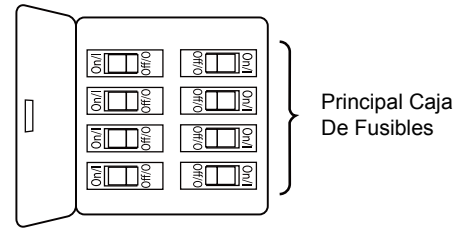

Figura 1
Uso de perfil bajo (Figura 1)
Para evitar una posible descarga eléctrica, asegúrese de cortar la alimentación eléctrica de la caja de fusibles principal antes de colgar el ventilador. (Figura 1)
1. Para configurar el código de unidad del receptor. Deslice los interruptores de código a las mismas posiciones que en el transmisor. (Figura 1)
1. Instale la unidad del motor a la unidad de soporte del ventilador. Asegúrese de que todo el cableado y receptor se introduce adecuadamente en la carcasa del motor y que no se presiona ningún cable. Una vez que la motor está colocada y alineada con el unidad de soporte del ventilador, vuelva a colocar el tuercas hexagonales retirados previamente y asegure los cuatro tuercas hexagonales. (Figura 1)
1. Fije las aspas al soporte del motor mediante los tornillos de cabeza dentada de 3/16"-24 y placas de pala. Asegúrese de que la ranura de la volante esté alineada con la orificio central en la aspa. (Figura 1)
1. Extraiga uno de los tres tornillos del soporte ubicado en la parte inferior de la unidad del motor. Guárdelo para después y afloje levemente los otros dos tornillos. (Figura 1)